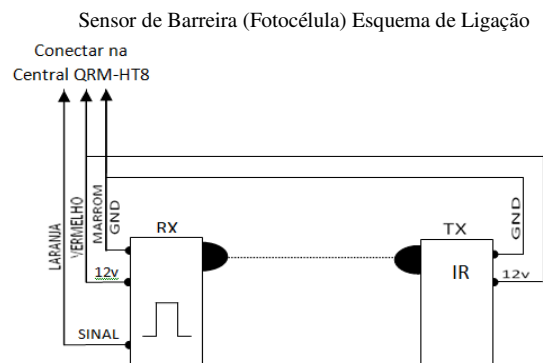

Fig. 01
2. Fazer as devidas ligações elétricas, conforme o diagrama da fig 01, cuidando as polaridades dos fios.